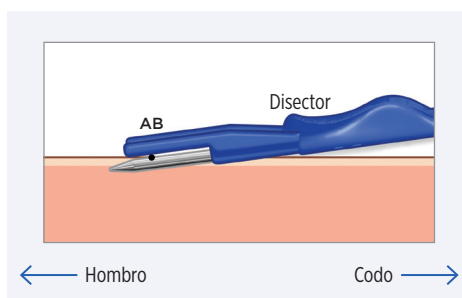

Figura 3
3. Cuando las marcas de profundidad estén tocando la piel y el disector romo esté dentro de la incisión subcutánea, reduzca el ángulo de entrada a 5-10 grados aproximadamente (figura 3). Asegúrese de no poner los dedos debajo de la cánula metálica ni de las partes de plástico de la herramienta, ya que esto crearía un ángulo mayor.
4. Mueva el disector romo hacia el hombro, manteniendo las partes metálicas y de plástico de la herramienta en contacto estrecho con la piel a fin de garantizar el ángulo más pequeño posible del hueco respecto de la piel (figura 3).